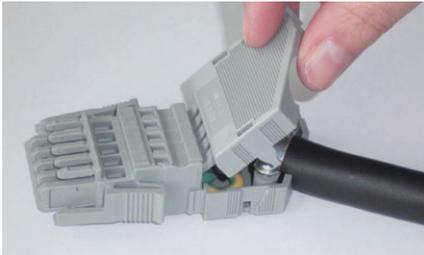

Abb. 74: Verschließen des Zugentlastungsgehäuses
- Verschließen Sie das Zugentlastungsgehäuse, indem Sie das Oberteil des Gehäuses von oben auf das Unterteil drücken (Abb. 74).